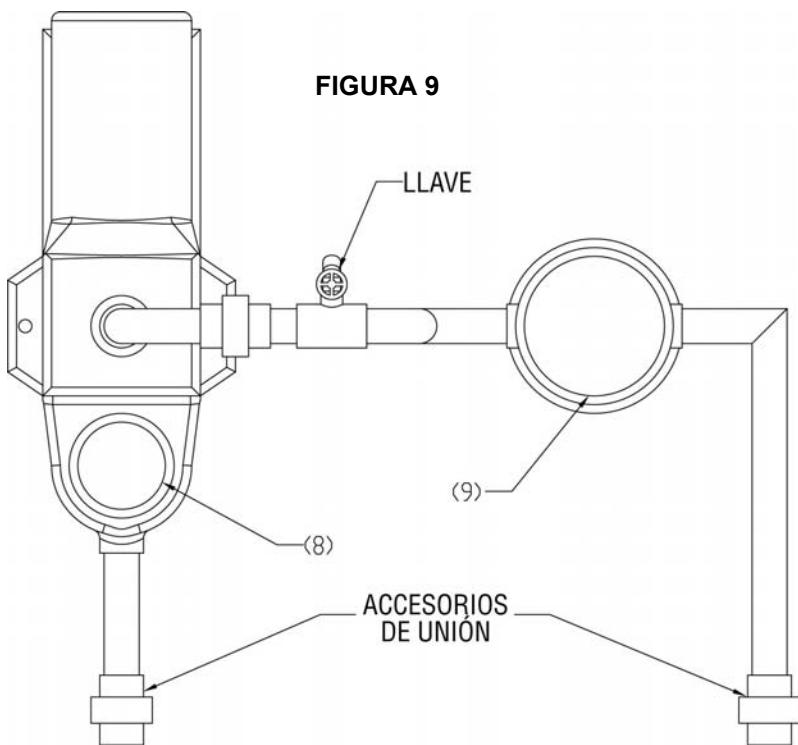

FIGURA 9
7. LLAVE PARA EL MODELO SEPARADO: Se puede incorporar una llave al modelo separado del WetDek para que pueda drenarse el depósito, como se muestra en la **FIGURA 9**; se debe colocar esta llave entre la bomba (8) y el filtro/clorinador (9). La llave debe ser fácilmente accesible para permitir la conexión a una manguera. No se necesita una llave para el modelo al lado de la alberca porque éste tiene su propio sistema de drenaje.
8. ACCESORIOS DE UNIÓN: también es una buena idea utilizar accesorios de unión antes y después de cada pieza de equipo usado en el sistema WetDek para facilitar su reparación o sustitución. Esto también se muestra en la **FIGURA 9**.